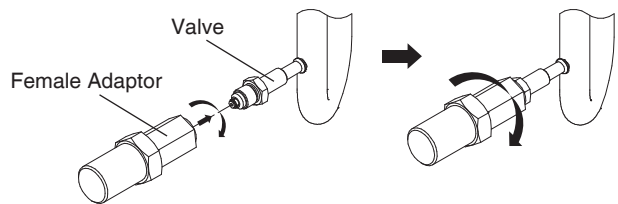

Figure 4
4. Install the sub assembly adaptor PRV to the unit which is the adaptor (0151V00003) side (7/16-20 UNF Female side) on the gauge port- check valve and tighten the adaptor (Figure 4). Use heat resistant sealant (field supplied) to ensure proper sealing.
4. Installez l'adaptateur de sous-ensemble PRV sur l'appareil qui se trouve du côté de l'adaptateur (0151V00003) (côté femelle 7/16-20 UNF) sur le port de jauge - clapet anti-retour et serrez l'adaptateur (Figure 4). Utilisez un mastic résistant à la chaleur (alimentation locale) pour assurer une bonne étanchéité.